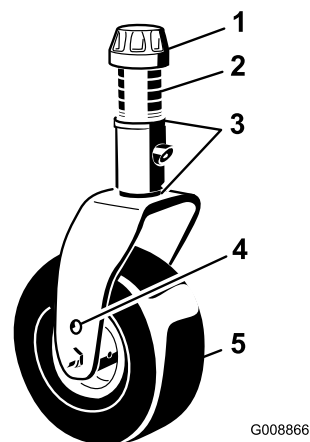
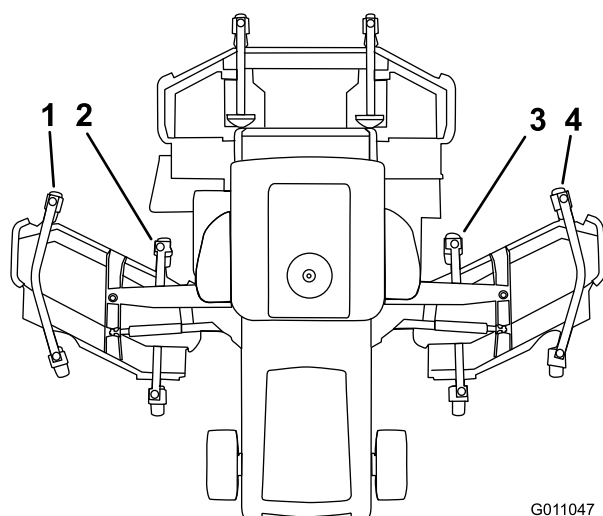

図 33
図 34
3. 前カッティングユニットの外側ブレードの刈高に比べて左右カッティングユニットの内側ブレードの刈高が高すぎる場合には、その左（右）カッティングユニットの前内側キャストアームの下側についているシム（3 mm）を1枚抜き取る（図 33 と 図 34）。各ブレードについて、床面から刃先までの距離を左右で測定し、左右のカッティングユニットの外側ブレード同士、および左右のカッティングユニットの内側ブレードと前カッティングユニットの対応する外側ブレードの値を比較する。
4. 内側ブレードの刈高がまだ高すぎる場合には、その左（右）カッティングユニットの前内側キャストアームの下側についているシム（3 mm）をもう1枚抜き取り、**さらにそのカッティングユニットの前外側キャストアームの下側についているシム（3 mm）を1枚抜き取る**（図 33 および 図 34）。
5. 前カッティングユニットの外側ブレードの刈高に比べて左右カッティングユニットの内側ブレードの刈高が低すぎる場合には、その左（右）カッティングユニットの前内側キャストアームの下側についているシム（3 mm）を1枚追加する（図 33 と 図 34）。各ブレードについて、床面から刃先までの距離を左右でもう一度測定し、左右のカッティングユニットの外側ブレード同士、および左右のカッティングユニットの内側ブレードと前カッティングユニットの対応する外側ブレードの値を比較する。